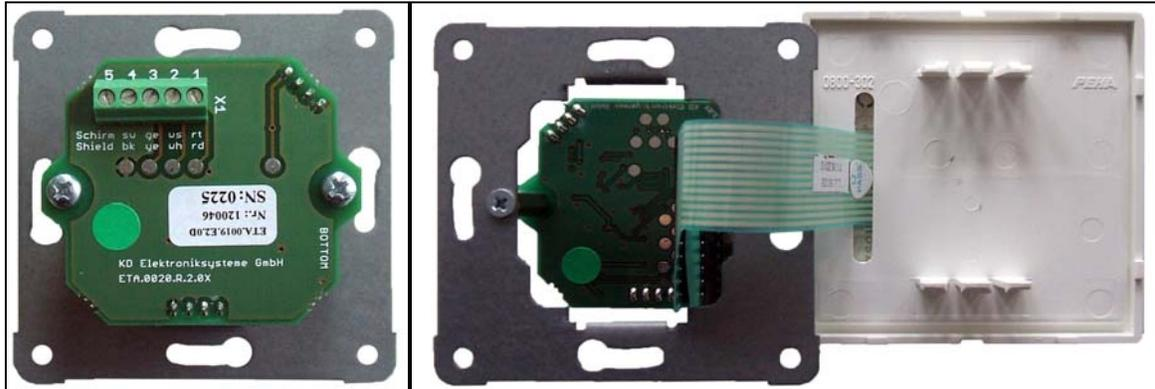

Bild 30: UP-Tragplatte mit Klemme X1 auf BDE-Anschlussplatine; BDE-Anschlussplatine mit Bandkabel; Unterseite LED-Bedienfolie (von links nach rechts)
3. Öffnen Sie die Frontplatte in einem Winkel von maximal 15° gemäß Bild 30.